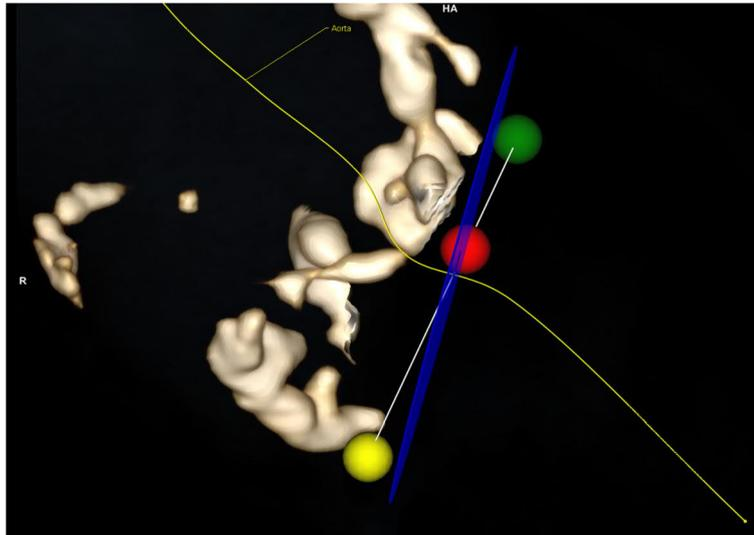

Abb. 1: VRT-Segment mit falsch ausgerichteter schräger Messebene (blau) und Annulusebene (weiß) im ungünstigsten Fall
Der Anwender muss bei der Ermittlung der Annulusmaße darauf achten, dass die Messebene optimal zur Annulusebene ausgerichtet ist. Dies kann im VRT-Segment geprüft werden, siehe Abb. 1. Für diese Prüfung muss der Bediener in die Annulusebene wechseln, indem er die Schaltfläche „Annulusebene“ drückt. Bei Aktivierung des Tools zur Messung des Gefäßdurchmessers wird eine blaue Messebene angezeigt, die mit der weißen Annulusebene verglichen werden kann. Sind die Ebenen nicht ausgerichtet, wie in Abb. 1. gezeigt, können Messungen in den Querschnittssegmenten der gekrümmten planaren Reformatierung ungenau sein.
**Achtung:** Stellt der Bediener eine deutliche Abweichung der beiden Ebenen wie in Abb. 1 gezeigt fest, sollten in den CPR-Segmenten Messungen anhand der Querschnitte auf Annulusebene unbedingt vermieden werden.